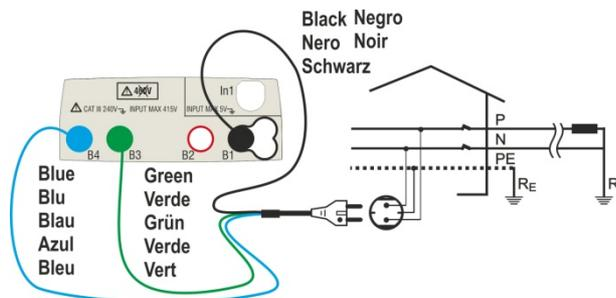
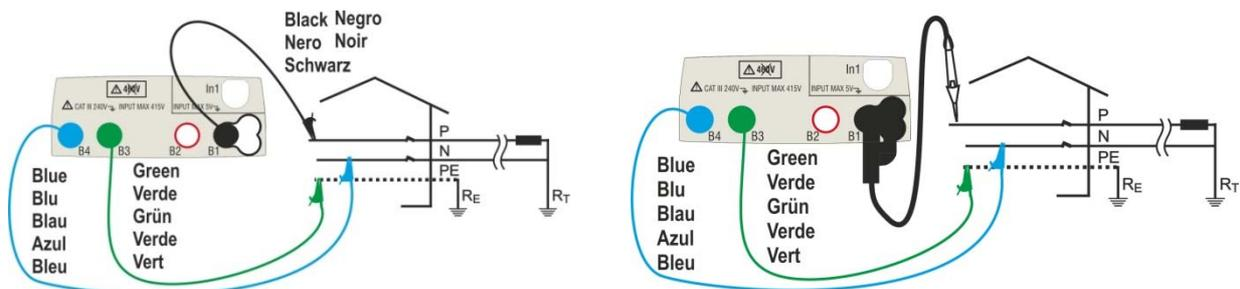
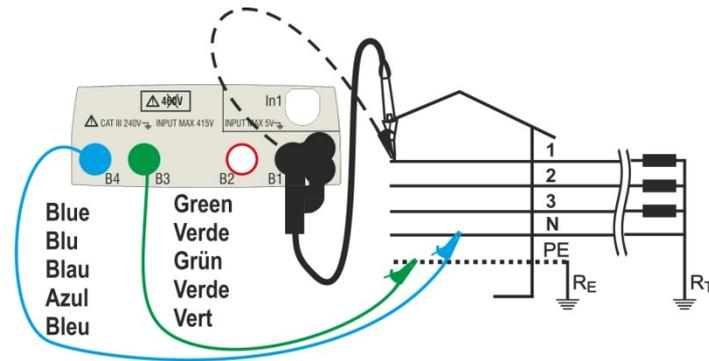
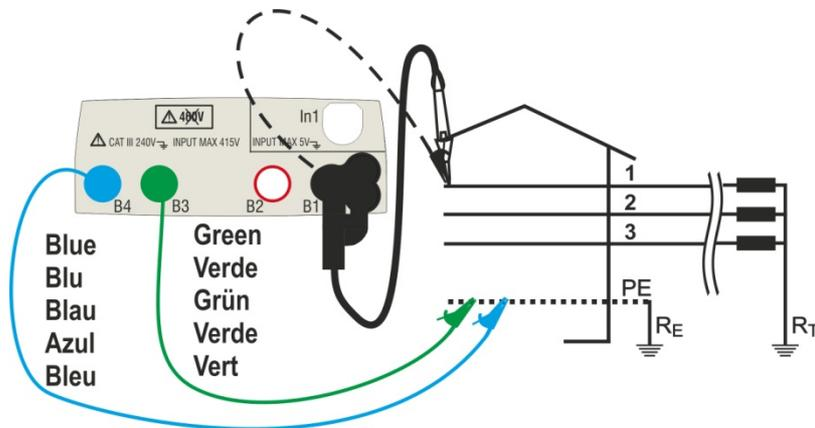

Abb. 16: Messung P-N/P-PE in ein-/zweiphasigen 230 V Systemen mittels 3 Leiter Schukokabel
Abb. 17: Messung P-N/P-PE in ein-/zweiphasigen 230 V Systemen mittels Kabeln und Tastkopf
Abb. 18: Messung P-N/P-PE in dreiphasigen 400V+N+PE Systemen mittels Einzelkabeln und Tastkopf
Abb. 20: Messung P-PE/P-N in 400V + PE (no N) Systemen mittels Einzelkabeln und Tastkopf
4. Verbinden Sie den Schukostecker, die Krokodilklemmen oder den Tastkopf mit der elektrischen Anlage entsprechend Abb. 16, Abb. 17, Abb. 18 und Abb. 20.
4. Trennen Sie, wenn möglich, alle dem Messpunkt nachgelagerten Verbraucher ab, denn deren Impedanz kann die Testergebnisse verfälschen. Verbinden Sie den Schukostecker, die Krokodilklemmen oder den Tastkopf mit der elektrischen Anlage entsprechend Abb. 16, Abb. 17, Abb. 18 und Abb. 20 in der nächsten möglichen Zeitpunkt der Schutzeinrichtung